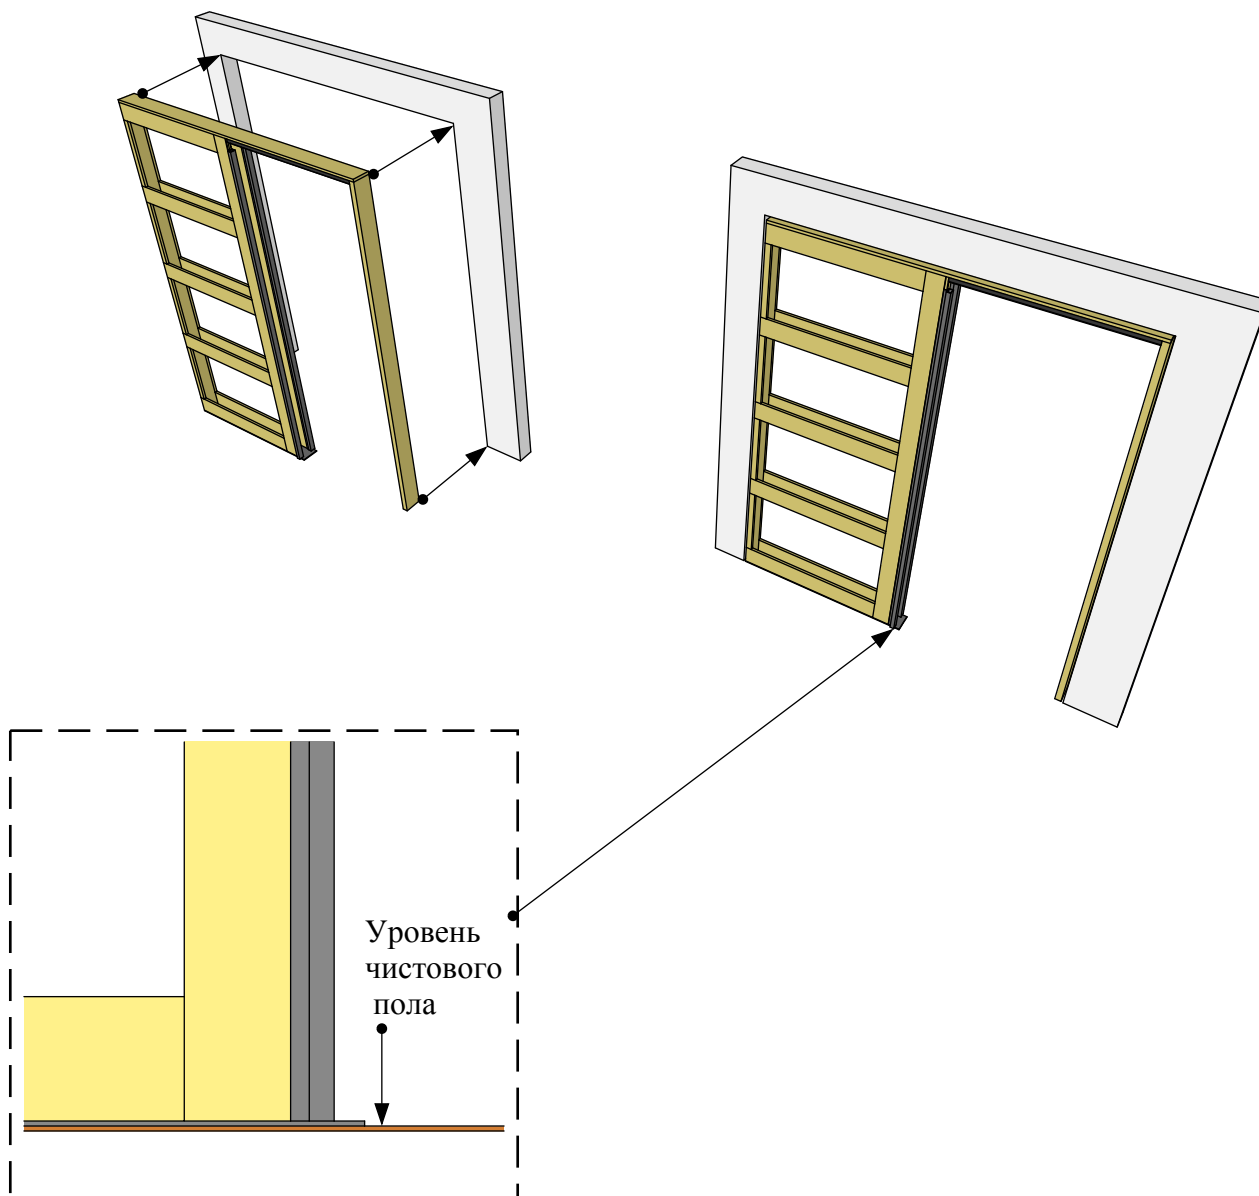

Рисунок 18
5. Установить собранный пенал в проём (Рис. 18).